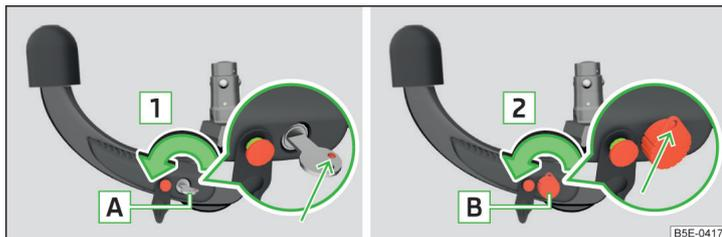

Abb. 167 1. Schritt: Schlüsselvariante 1 / Schlüsselvariante 2
- Den Schlüssel **A** in Pfeilrichtung **1** drehen, sodass dessen rote Markierung nach oben zeigt » Abb. 167.
- Den Schlüssel **B** in Pfeilrichtung **2** drehen, sodass die Schlüsselöse nach oben zeigt » Abb. 167.